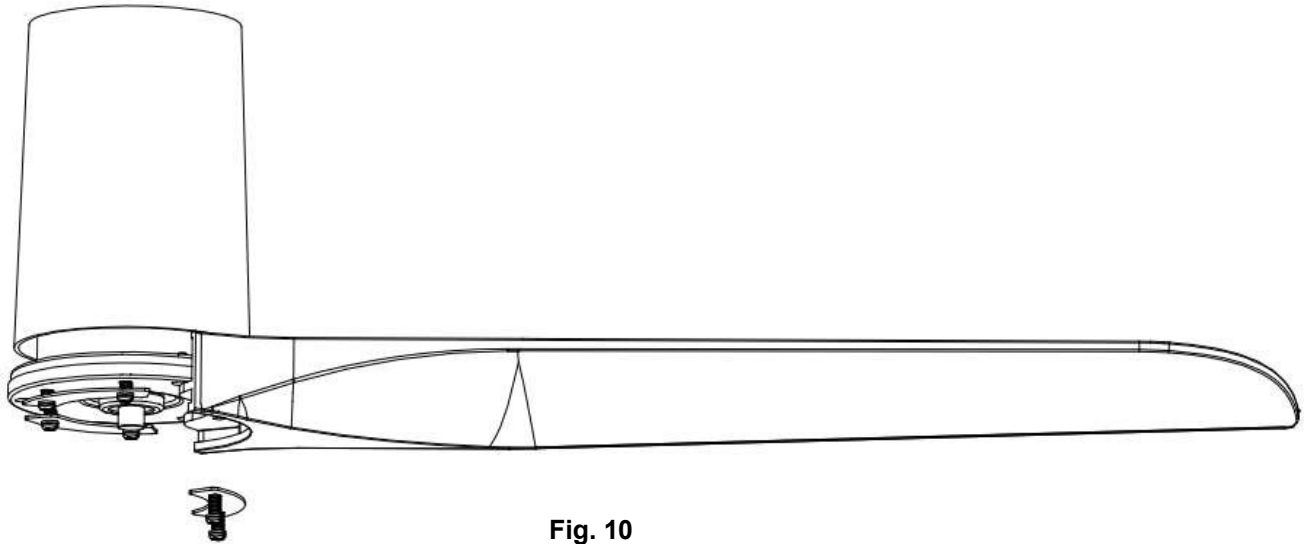

Fig. 10
SUJECIÓN DE LA HOJA (Fig.10)
2. Orientar la placa de soporte del aspa y el aspa del ventilador en el conjunto del ventilador (Fig.10)
Monte el aspa del ventilador en el conjunto del ventilador utilizando tres tornillos de aspa con arandelas de seguridad en el paso 1, (Fig.10). Asegúrese de que todos los tornillos estén apretados uniformemente para reducir la posibilidad de alabeo o desequilibrio.